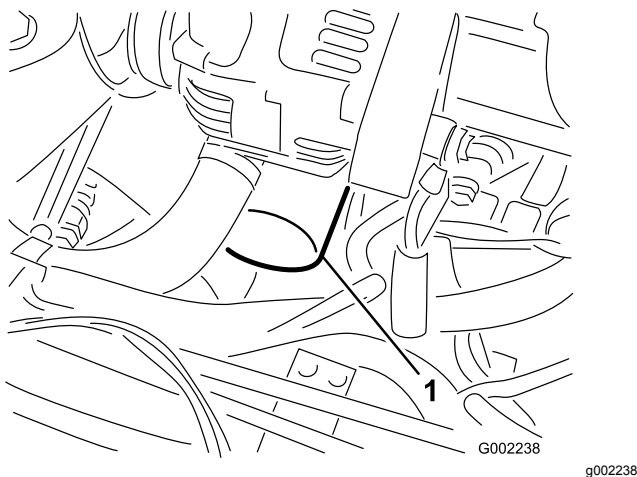

Figure 43
7. Retirez le filtre à huile usagé (Figure 43).
horaire jusqu'à ce que le joint touche l'adaptateur, puis donnez 1/2 tour supplémentaire (Figure 43).